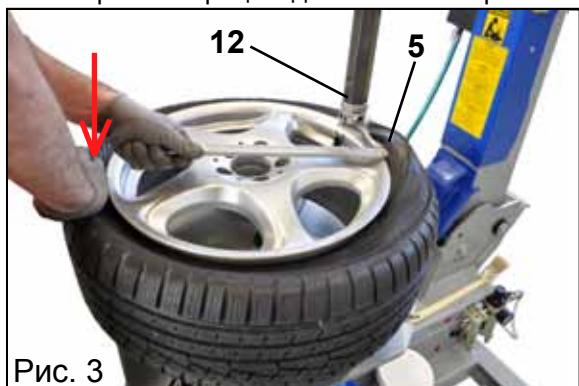

Рис. 3
- С помощью монтировки (5), расположенной между бортом и передней частью монтажной головки (12), переместите борт шины в положение над монтажной головкой (Рис. 3). **Примечание:** Во избежание повреждения находящейся внутри камеры, если таковая имеется, советуем провести эту операцию при вентиле, расположенном в позицию “на 2 часа”.